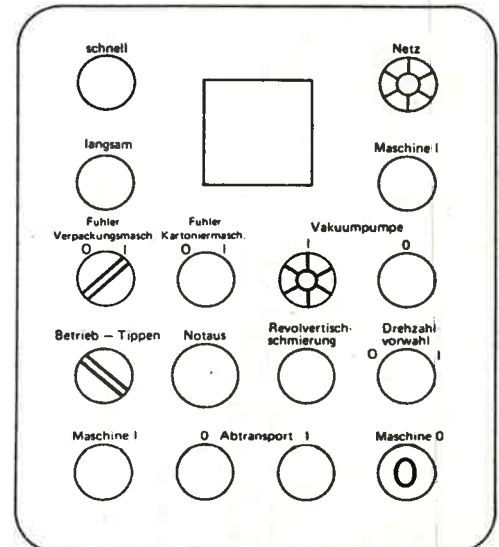

Bild 190
3. Beim Absinken des Kolbens Maschine durch Betätigung des Tasters „Maschine 0“ (Bild 190) ausschalten.